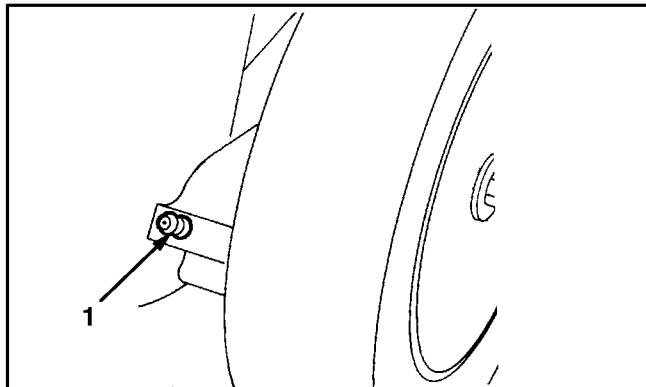

Abbildung 27
2. Hebel der Schnitthöheinstellung am Hinterrad auf Stufe "2" stellen. Alle Schmiernippel mit einem Lappen sauberwischen (Abb. 27). Eine Fettpresse ansetzen und in jeden Nippel einen bis zwei Hühnerzweckfett Nr.2 auf Lithiumbasis einpressen.